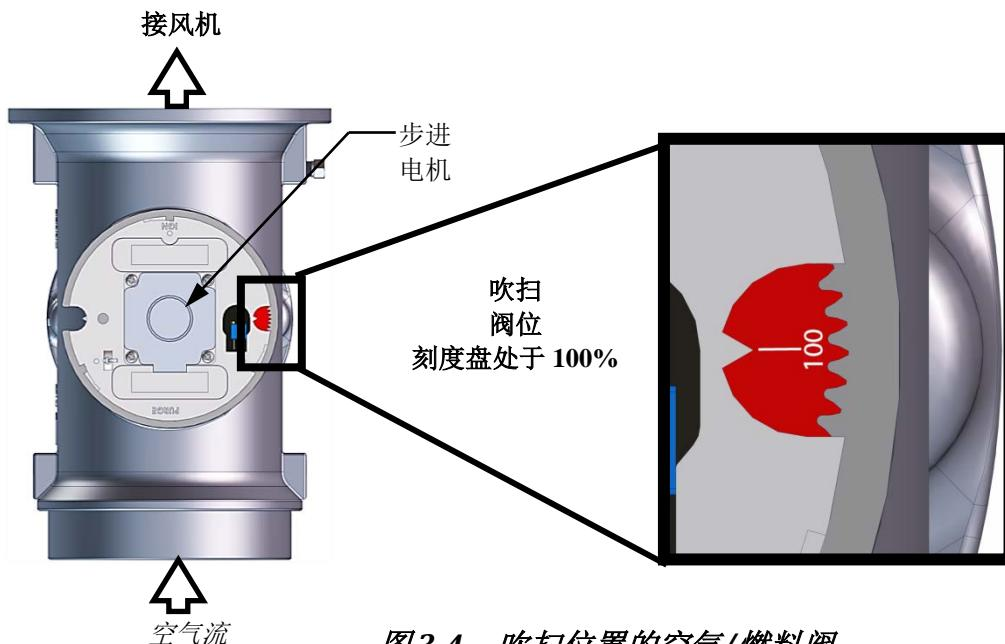

图 3-4：吹扫位置的空气/燃料阀
- b. 空气/燃料阀将旋转到全开吹扫位置，并且关闭吹扫位置开关。空气/燃料阀（图 3-4）的刻度盘将显示 **100**，表示它已全开 (100%)。